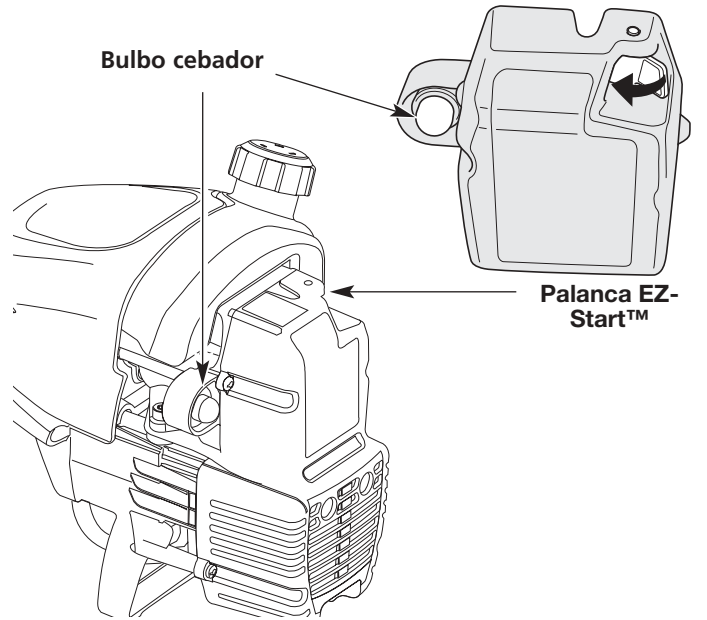

Fig. 4
4. Empuje la palanca EZ-Start™ hacia la izquierda hasta que encaje y se asegure en su lugar. (Fig. 4)
6. Oprima el control del regulador para calentar el motor de 5 a 10 segundos. La palanca EZ-Start™ se desactiva automáticamente (Fig. 4).